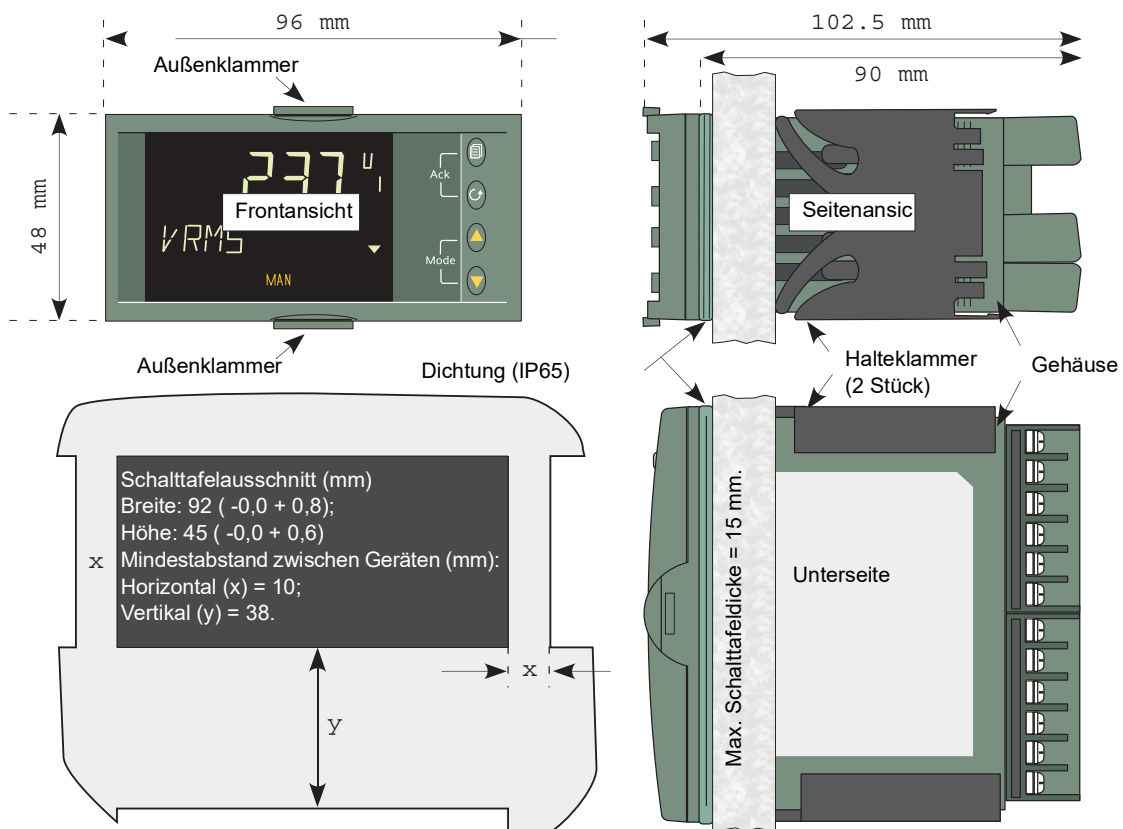

Abbildung 169 Abmessungen für den Einbau
1. Bereiten Sie in der Schalttafel einen Ausschnitt mit den Abmessungen gemäß Abbildung 169 vor.